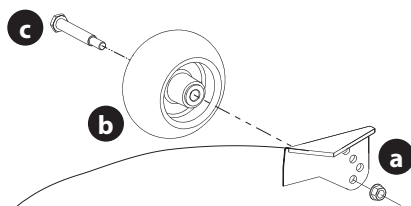

Figura 10
6. Extraiga la tuerca de seguridad (a), la rueda de calibración (b) y el tornillo con reborde (c) de la plataforma (Figura 10).